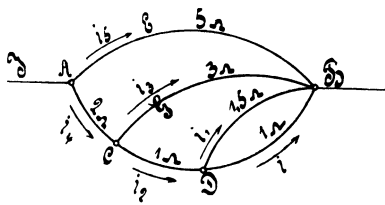

Fig. 14.
83. Ein Strom $J = 37$ A verzweigt sich im Punkte A, wie die Fig. 14 angibt, in die Zweige AEB = 5Ω und AC = 2Ω .